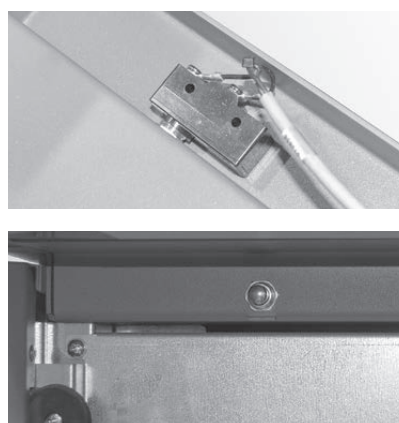

Fig. 41 Montare l'interruttore di contatto porta (solo su PuroWIN PW 72-103)
- ▶ **Solo su PuroWIN PW 72-103:** Montare l'interruttore di sicurezza porta con 2 i dadi sull'elemento di collegamento superiore, che va regolato una volta montata la porta di contenimento – Fig. 41.